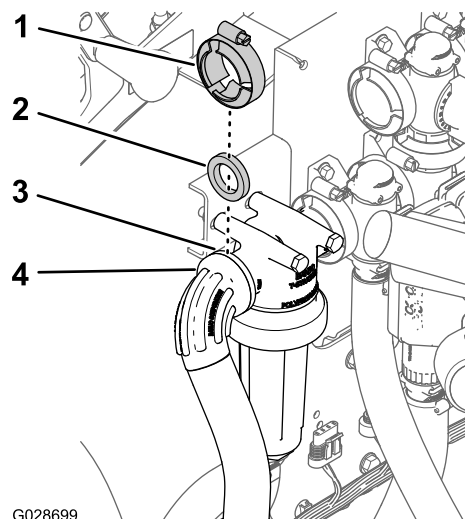

Figura 40
4. Aliniați cotul cu flană și o garnitură îndepărtată anterior. Fixați cotul cu flană și furtunul cu clema (Figura 40) îndepărtați în 3 din Îndepărtarea furtunului de alimentare \(Pagină 19\).
5. Fixați furtunul de alimentare de capul filtrului sub presiune cu ajutorul garniturii și clemei cu flană (Figura 40) îndepărtate în 1 din Îndepărtarea furtunului de alimentare \(Pagină 19\).